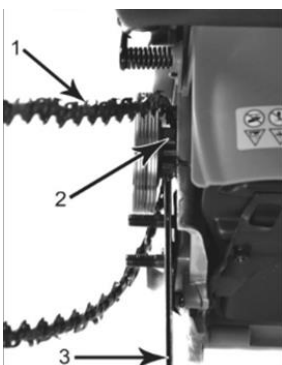

Рис. 6
Наденьте цепь (1) на ведущую звездочку (2) позади муфты сцепления. Убедитесь, что звенья встали между зубчиками звездочки (рис. 6).
Вставьте ведущие звенья в канавку шины (3) и обведите цепь вокруг концевой части шины (рис. 6). Цепь будет немного свешиваться с нижней части шины.